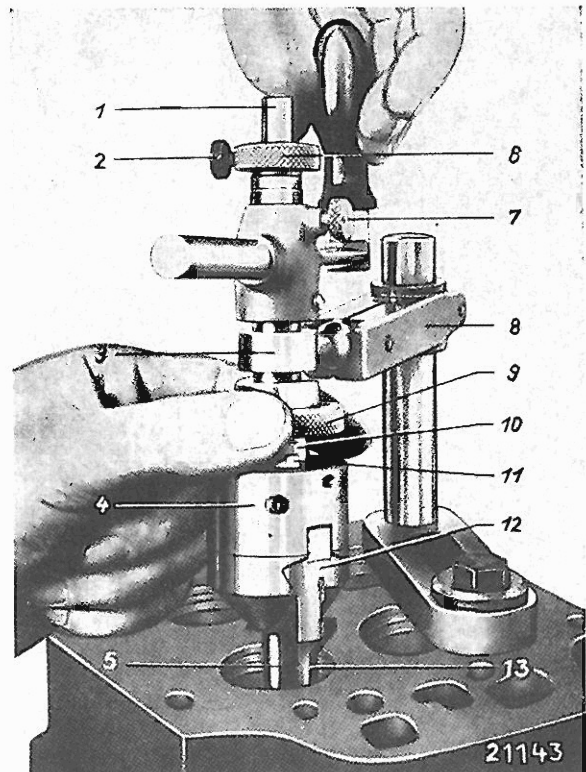

Bild 01—3/1
(Siehe Bild 01—3/1).
6 Kupplungsmutter (11, siehe Bild 01—3/1) lösen, das Drehwerkzeug über den Piloten (5) schieben und durch Drehen an der Schraube (10) die Schnellverstellung so bewegen, daß der Drehstahl auf der Mitte des Ventilsitzes aufliegt. Das Werkzeug nicht fallen lassen.
7 Pilotauflage (1, siehe Bild 01—3/1) auf den Piloten (5) nach unten drücken und mit Hilfe der Schraube (2) festklemmen, wobei die Rändelscheibe (6) nach unten geschraubt und die Feststellschraube (7) festgezogen sein muß.